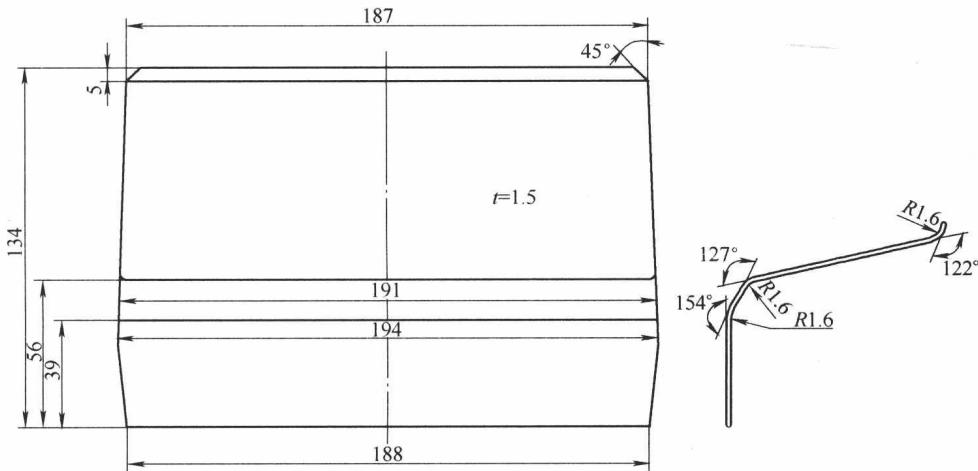

图 1-1 发动机舱盖
### 一、工作任务 (图 1-1)
1) 根据所学知识，完成图 1-1 所示零件图的绘制。